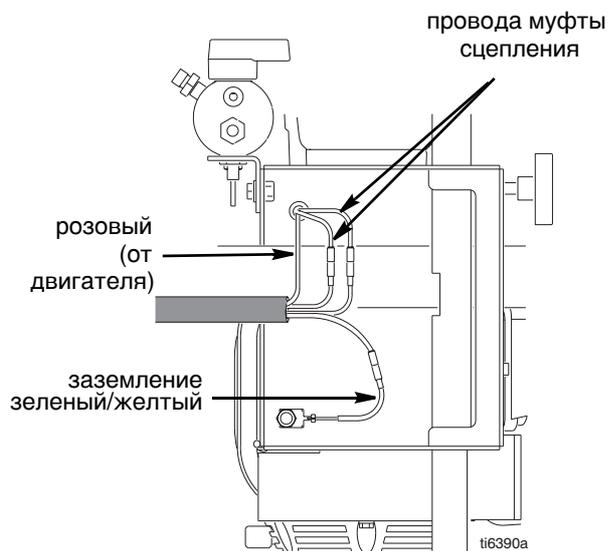

Рис. 12
2. Рис. 12. Отсоедините все необходимые провода.
3. Рис. 12. Подсоедините все необходимые провода.